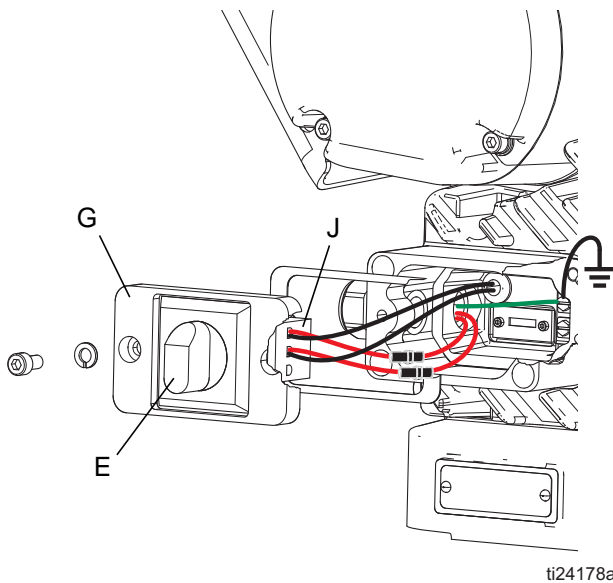

FIG. 4: Cable de conexión a tierra
6. Coloque los cables del ventilador y otros cables de alimentación en la zona abierta de cualquier lado del bloque de desconexión (J) según el espacio que haya. Vuelva a instalar la tapa de la caja de conexiones. Consulte FIG. 4.